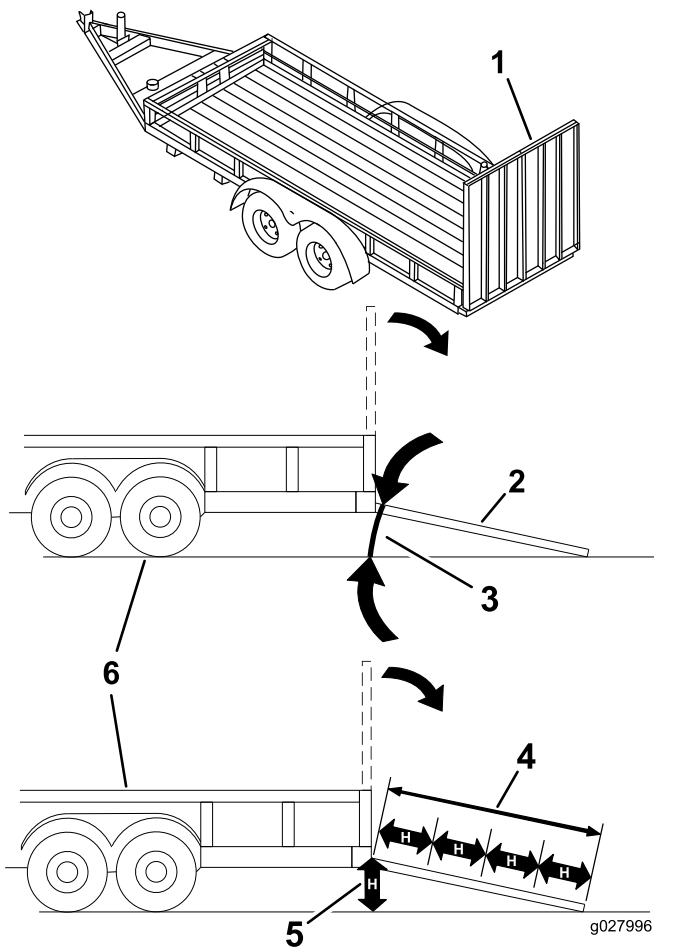

Figure 42
Le chargement de la machine sur une remorque ou un camion augmente le risque de basculement, et donc de blessures graves ou mortelles (Figure 42).
1. Abaissez la rampe pour que l'angle avec le sol ne dépasse pas 15 degrés (Figure 42).